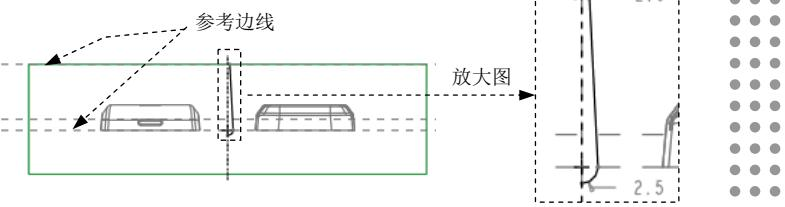

图 31.9 截面草图
Step4. 进入截面草绘环境后，选取MOLD_FRONT和MAIN_PARTING_PLN基准平面为草绘参考，并选取图31.9所示的边线为参考边线，绘制图31.9所示的截面草图；完成特征截面后，单击“草绘”操控板中的“完成”按钮**✓**。